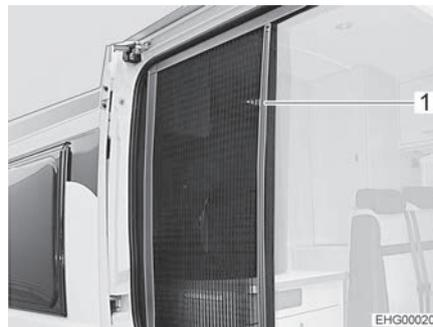

Fig. 17 Protección contra insectos
- Extraer la protección contra insectos (Fig. 17,1) por el listón completamente.
- Regresar la protección contra insectos (Fig. 17,1) por el listón a su posición inicial.